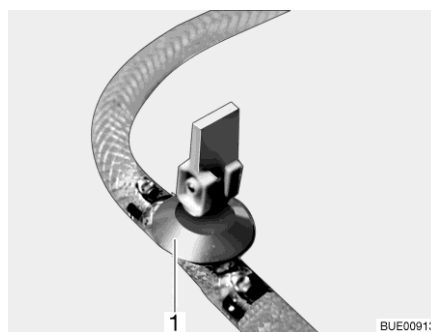
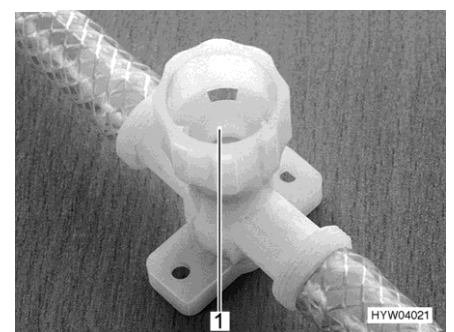

Fig. 248 Llave de desagüe (con balancín)
Fig. 249 Llave de desagüe (con tapa giratoria)
- Cerrar todas las llaves de desagüe. Para esto, poner el balancín de la llave de desagüe (Fig. 248,1) en posición horizontal o girar la tapa de la llave de desagüe (Fig. 249,1) en el sentido de las agujas del reloj.